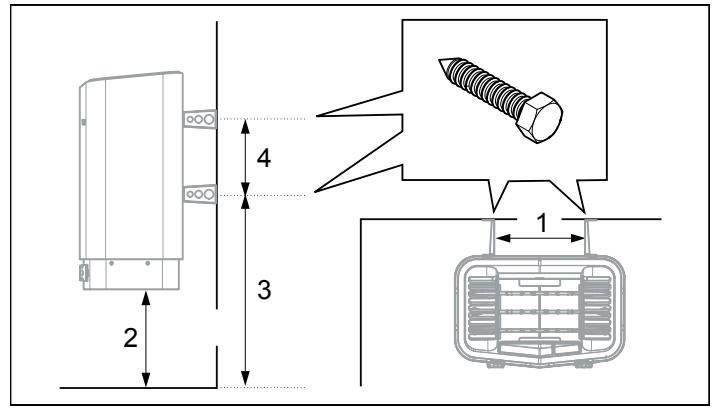

Abb. 11: Bemessung
- Positionieren Sie die Schrauben der Halterung, siehe Abb. 11.